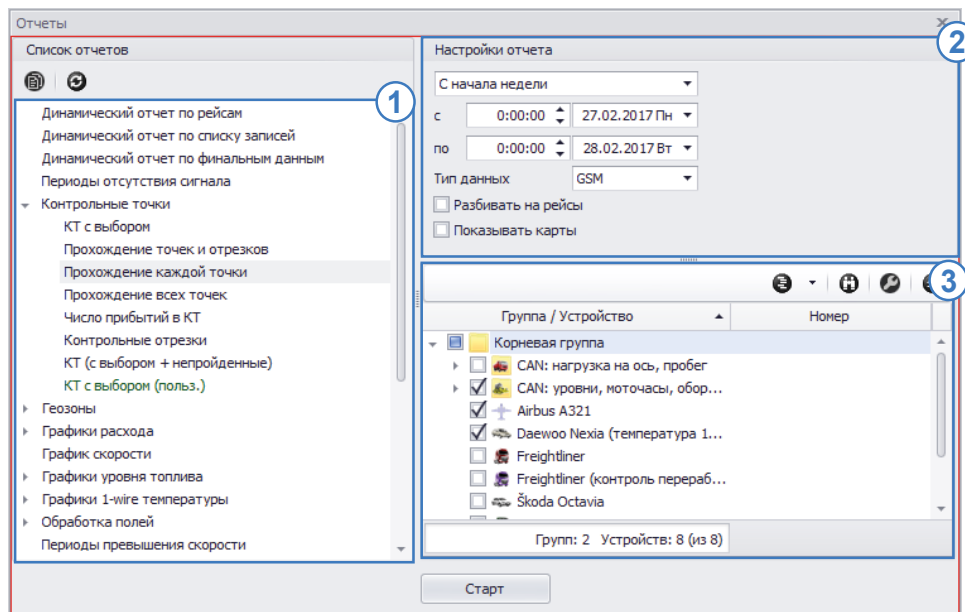

Рис.7. Модуль отчетов.
Для создания отчета необходимо перейти в Модуль отчетов (**Рис.7**).
- в списке отчетов (**Рис.7, п.1**) выбрать нужный тип отчета;
- настроить параметры отчета (**Рис.7, п.2**):
- затем в Селекторе устройств Модуля отчетов выбрать транспортные средства, по которым нужно составить отчет (**Рис.7, п.3**). В текущей версии программы в Селекторе устройств модуля отображаются только те ТС, которые доступны пользователю;